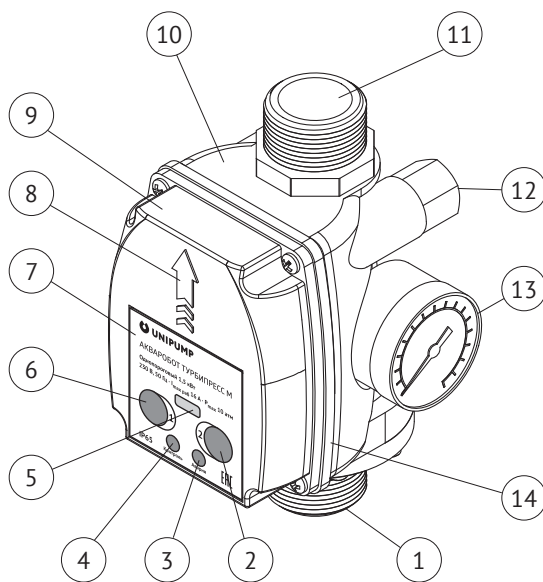
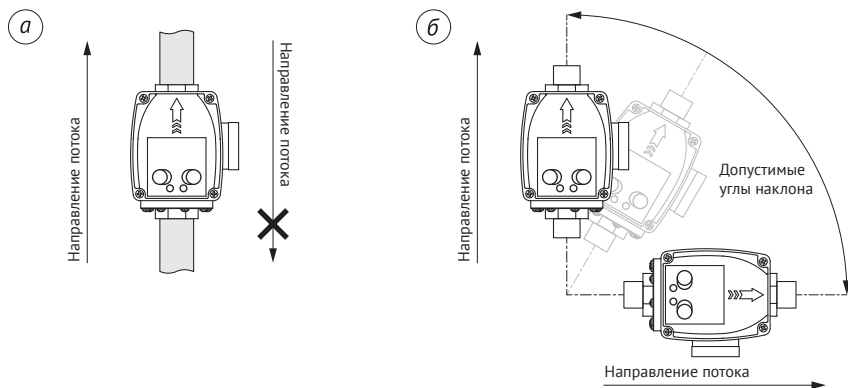

Рис. 1. Общее устройство
Рис. 2. Способы установки блока: а) относительно направления потока; б) относительно горизонтали
Направление стрелки на защитной крышке блока (см. рис. 1, поз. 8) должно соответствовать направлению потока жидкости в трубопроводе (см. рис. 2а). Блок допускается устанавливать горизонтально, вертикально или под углом (см. рис. 2б).
Открутите винты и снимите защитную крышку (см. рис. 1, поз. 9). Вставьте в кабельный ввод и подключите сетевой кабель с вилкой к клеммной колодке СЕТЬ как показано на рисунке 3. Кабель насоса подключите к клеммной колодке НАСОС. Соедините земляные жилы (PE) кабеля насоса и сетевого кабеля с помощью соединительного изолирующего зажима (колпачок СИЗ).
После проведения электрического подключения, установите резиновую прокладку (см. рис. 1, поз. 14) и защитную крышку на прежнее место. Зафиксируйте крышку винтами. Затяните зажимные гайки на кабельных вводах (см. рис. 1, поз. 12).